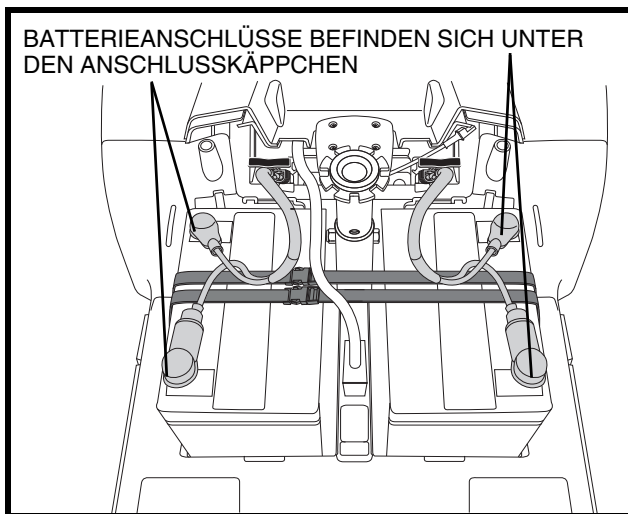

Abb. 12. Batterie Ausbau/Einbau
3. Trennen Sie die Batterienkabel und ziehen Sie sie gerade nach oben. **Siehe Abb. 12.**